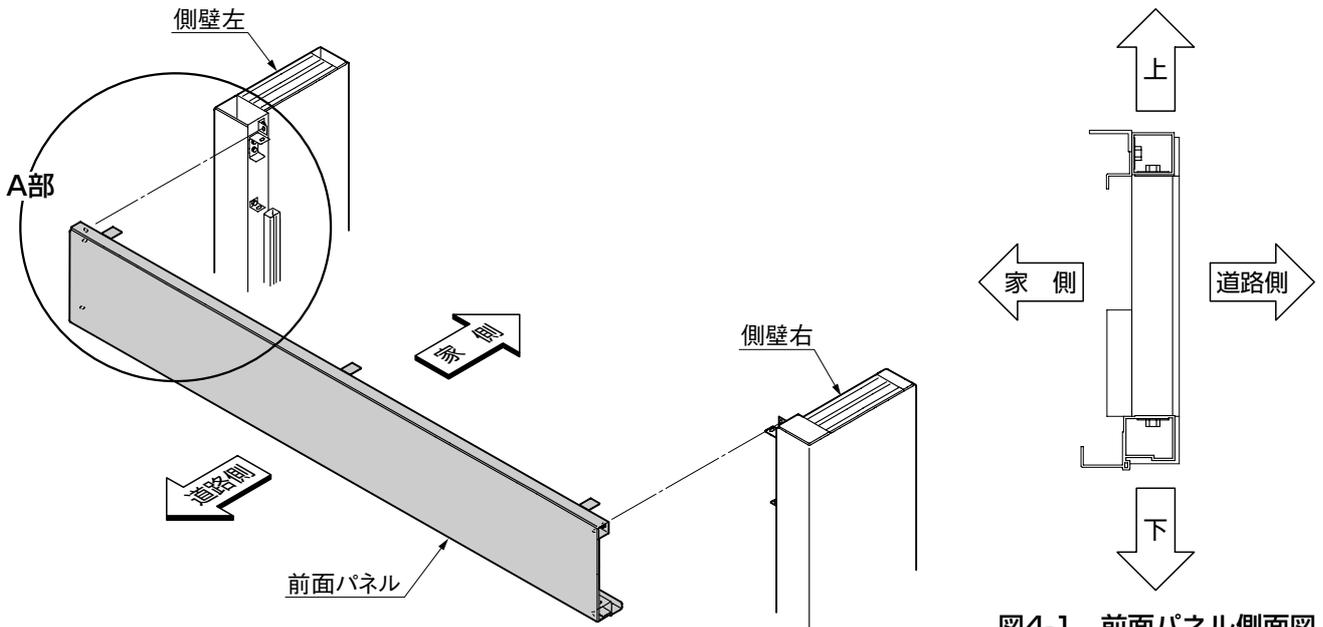

図4-1 前面パネル側面図
- ① 前面パネルの前後・上下を確認してください。(図4-1参照)
- ② 側壁左と側壁右を立てて、前面パネルを4-②で仮固定してください。